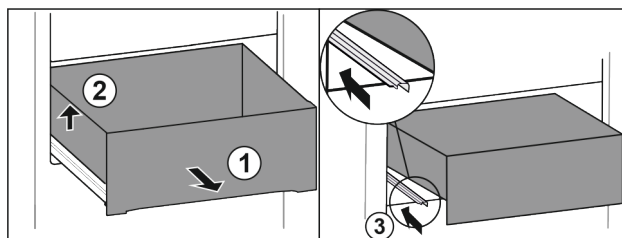

Fig. 71
- Estrarre il cassetto fino all'arresto. Fig. 71 (1)
- Sollevare il cassetto a sinistra. Fig. 71 (2)
- Inserire la guida sinistra. Fig. 71 (3)